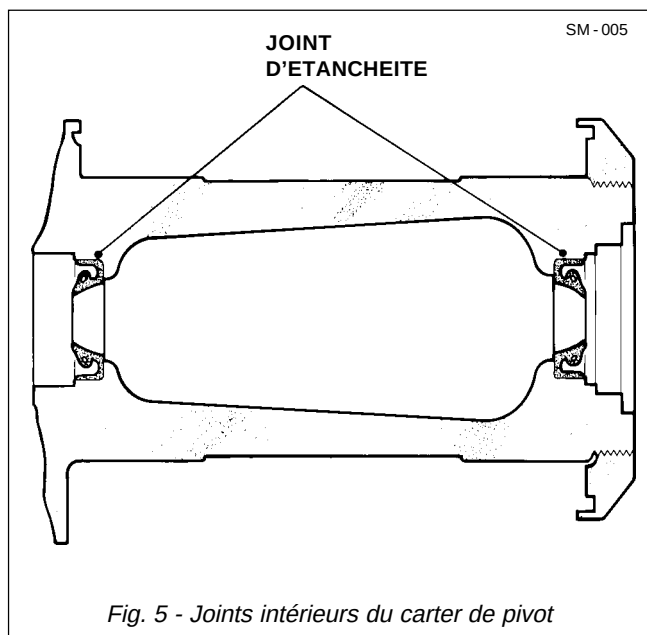
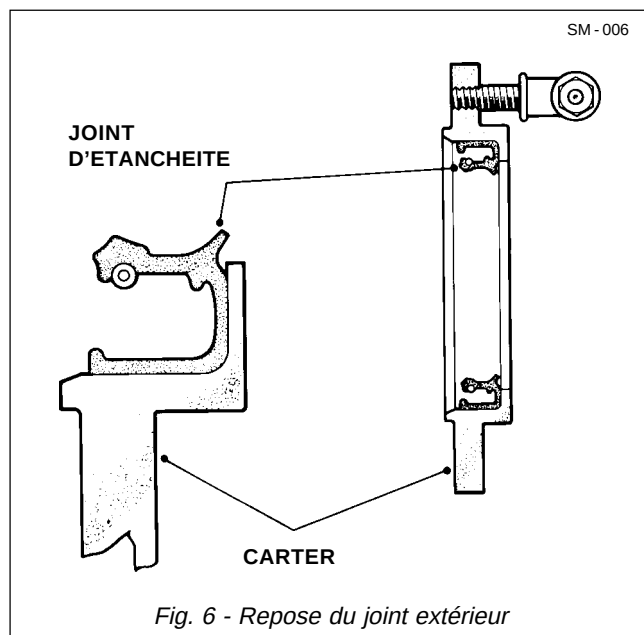

Fig. 5 - Joints intérieurs du carter de pivot
Fig. 6 - Repose du joint extérieur
6. Dégraissez le carter de roulement avant (30) dans le pivot (1) à l'aide d'un solvant adéquat et laissez sécher.
**Note:** Le roulement avant (30) de l'arbre (37) est fixé avec le matériau de fixation de même que le matériel normal. Le nettoyage du carter de roulement garantit une bonne adhésion. Le nettoyage du carter de roulement garantit une bonne adhésion. LE ROULEMENT ARRIÈRE EST FIXÉ UNIQUEMENT GRÂCE AU MATÉRIEL NORMAL.
7. Appliquez une couche de graisse sur les nouveaux joints d'étanchéité (29) et reposez les joints d'étanchéité dans le carter du pivot. Assurez-vous que les lèvres du joint sont dirigées vers l'extérieur comme indiqué dans la Fig. 5.
8. Assurez-vous que le roulement de l'arbre de pivot (30) est enduit au préalable de graisse, puis positionnez l'entretoise (19), le roulement (30) et la rondelle (39) à l'arrière de l'arbre (37).
9. Appliquez un peu de graisse pour remplir le rebord intérieur du nouveau joint (40) et positionnez le nouveau joint dans le carter arrière (31). Se reporter Fig. 6. Remplissez l'ensemble du raccord de graissage (24) sur le carter arrière avec de la graisse et assurez-vous que le nipple (22) ne dépasse pas dans la fente de graisse sur la surface arrière du carter (31).
10. Remontez le carter arrière (31) et l'ensemble du disque/fourche de frein (16) à l'arrière de l'arbre (37). Fixez à l'aide du contre-écrou (25) et des deux rondelles (26) mais serrez uniquement à la main à ce niveau.
11. Insérez l'ensemble de l'arbre (37) totalement dans le pivot (1) depuis l'arrière. Veillez à ne pas défaire les joints internes (29). Veillez à ne pas détacher les joints d'étanchéité internes (29).
12. Retirez partiellement l'ensemble de l'arbre (37) afin de remplir de graisse le carter du roulement de l'arbre de transmission de pivot arrière (30) d'une contenance de 1/3 à 1/2.
13. Repositionnez l'ensemble de l'arbre (37) totalement dans le pivot (1).
14. Alignez le carter (31) avec le raccord de graissage (24) au-dessus et fixez à l'aide des rondelles d'arrêt (14) et des boulons (20). Serrez les boulons (20) à un couple de 106 Nm.
15. Appliquez un peu de graisse pour remplir le rebord intérieur du nouveau joint (12) et positionnez le joint d'étanchéité dans le carter avant (28). Reportez-vous à la Fig. 6. Remplissez de graisse le tuyau (3) via le raccord de graissage (50). Assurez-vous que le tuyau (3) ne dépasse pas dans la fente de graisse sur la face arrière du carter (28).
16. Reposez l'entretoise (19) à l'avant de l'arbre (37).
17. Graissez au préalable le roulement (30) en veillant à ne pas appliquer de la graisse sur la surface extérieure courbe. Nettoyez cette surface avec un solvant adéquat si nécessaire et laissez sécher. Nettoyez cette surface avec un solvant adéquat si nécessaire et laissez sécher.
18. Assurez-vous que les surfaces d'accouplement du carter (28) sont propres, puis appliquez une couche de matériau de fixation sur les surfaces d'accouplement du roulement (30) et du carter (28). Reposez le roulement (30) à l'avant de l'arbre (37).
19. Graissez le carter (28) de 1/3 à 1/2.
20. Reposez le carter avant (28), la fourche avant (27), les deux rondelles (26) et le contre-écrou (25).
**Note:** Veillez à ne pas endommager le tuyau (3) lors de l'exécution des étapes 21 à 22.
21. Bloquez l'ensemble du disque/fourche de frein (16) avec un outil adéquat et reposez le contre-écrou (25) sur la fourche avant (27). Serrez le contre-écrou (25) à un couple de 678 Nm (500 lbf ft).
22. Bloquez la fourche avant (27) et serrez le contre-écrou (25) sur l'ensemble de la fourche de frein à un couple de 678 Nm.
23. Alignez le carter avant (28) avec le tuyau (3) au-dessus et fixez à l'aide des boulons (20) et des rondelles d'arrêt (14). Serrez les boulons (20) à un couple de 106 Nm.